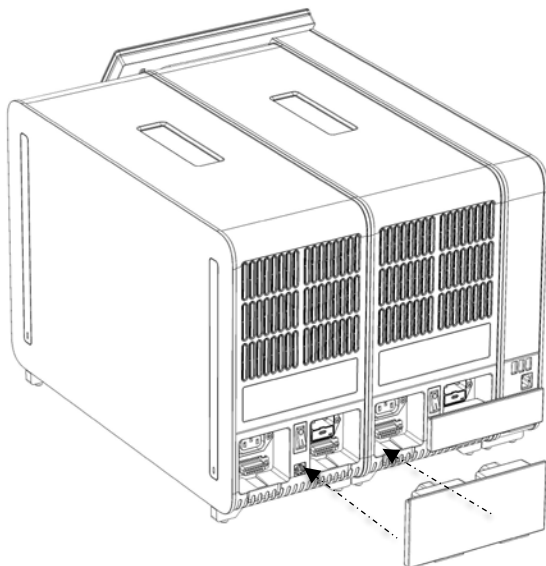

図 18. 分析/分析モジュールブリッジを接続。
6. QIAstat-Dx Analyzer 1.0 の背面に分析/分析モジュールブリッジを接続して、2 個の分析モジュールを一緒に接続します（図 18）。